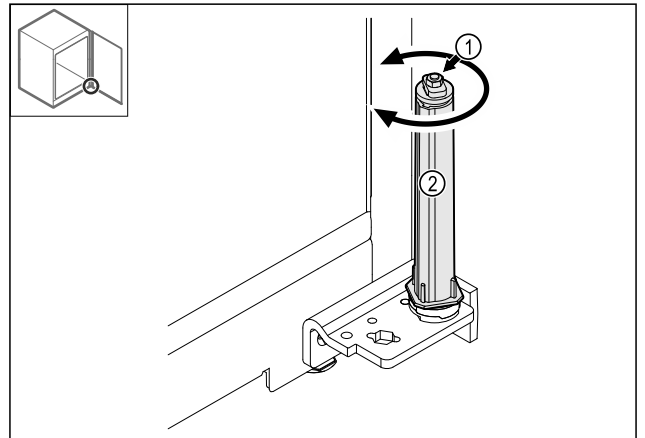

Fig. 31
- ▶ Verschraubung Fig. 31 (1) des Schließsystems nicht zerlegen.
- ▶ Schließsystem Fig. 31 (2) drehen, bis es klickt.